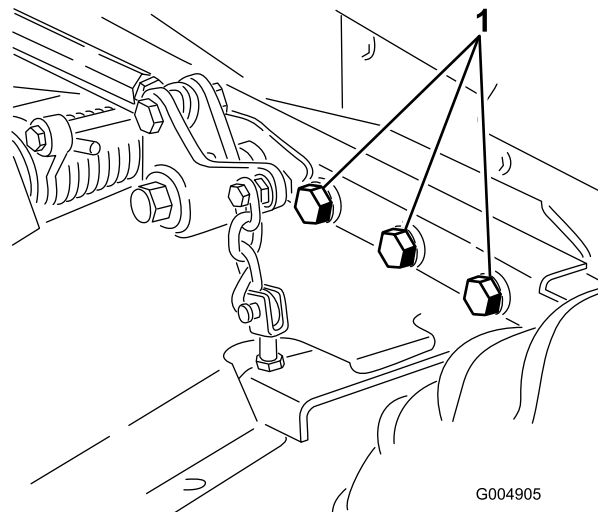

図 63
4. ボルトナット類にゆるみながいか点検し、必要な締め付けを行う。刈り込みデッキをトラクションユニットに固定しているボルト6本をトルク締めする 359N・m36.7kg/cm² = 265ft-lb 図 63。